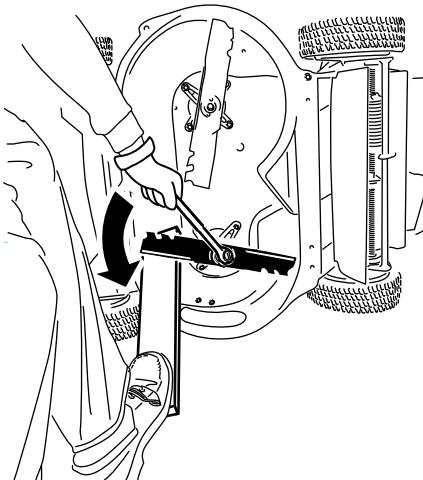

Figure 32
1. Utilisez un bloc de bois pour immobiliser chaque lame et tournez le boulon de lame dans le sens antihoraire, comme montré à la Figure 32.